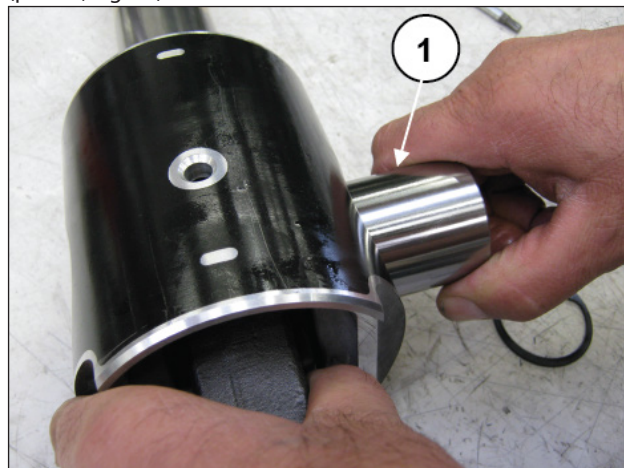
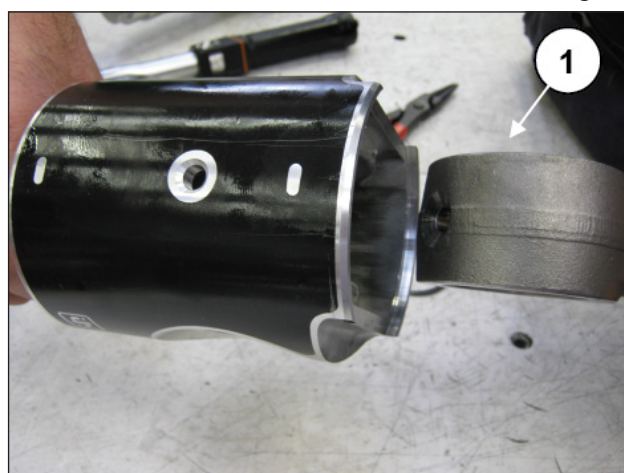

Fig. 44
Fig. 45
Solte a cavilha (pos. ①, Fig. 44) e forneça a extração da haste (pos. ①, Fig. 45).